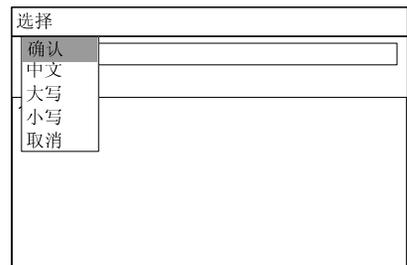

图 24-5
4. 修改/输入完成后，先按“菜单”键（图 24-5），选择“确认”，再按“OK”键，